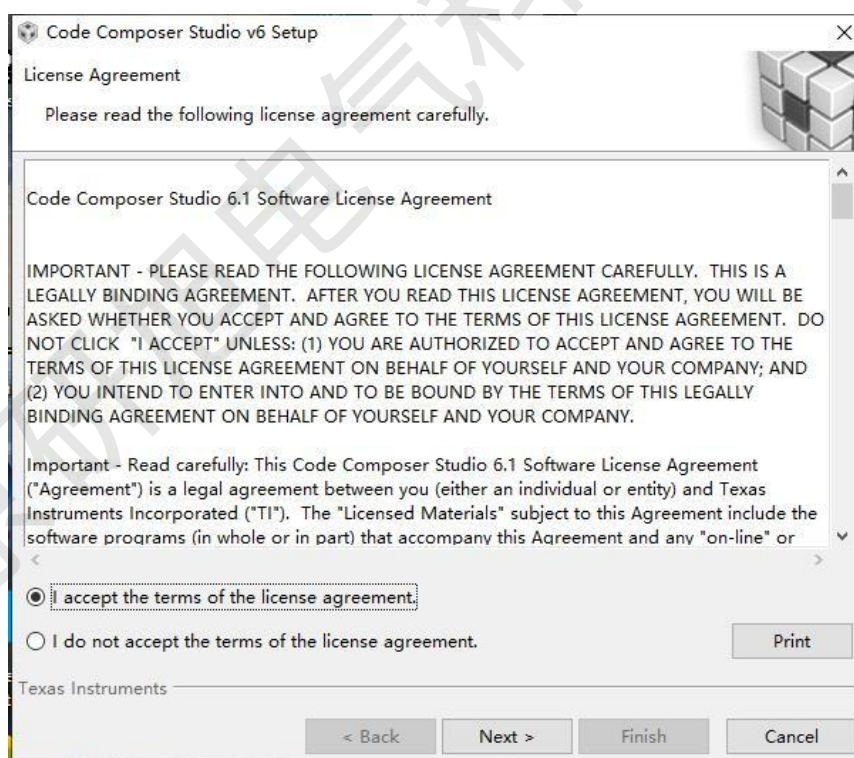

图 1-1
1、双击 ccs_setup_8.0.0.00016.exe 文件, 在弹出的对话框中选择 “I accept the terms of the license agreement”, 然后点击 “next”, 如下图 1-1 所示: